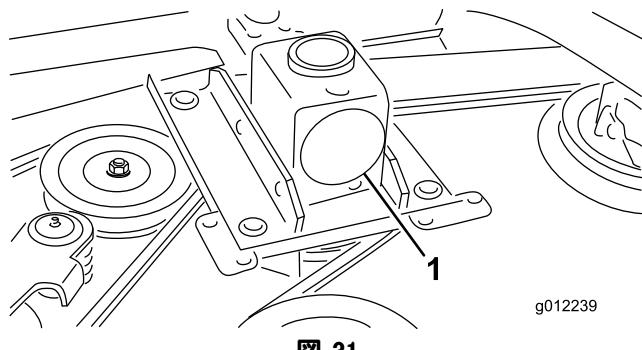

図 31
- トルクレンチなどの工具を使ってアイドラ・プーリ (図 30) をベルトから引き離してベルトの張りをなくし、ベルトをギアボックスのプーリ (図 31) から外す。